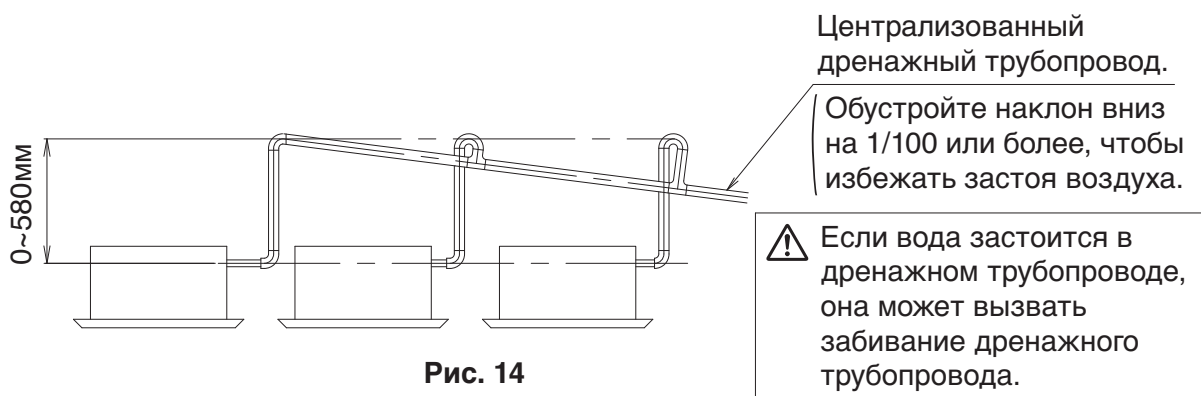

Рис. 14
- Во избежание воздействия чрезмерного усилия на сливной шланг (1) его не следует сгибать или скручивать. В противном случае это может привести к утечке воды.
- В случае централизованного дренажного трубопровода, трубы следует прокладывать в соответствии с процедурой, изображенной на **Рис. 14** ниже.